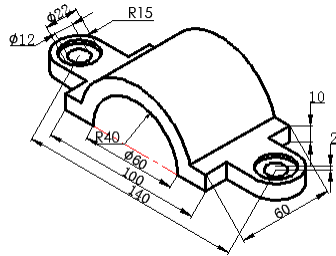

图 12.2.21 创建其他半径标注
(3) 参照步骤 (1) 完成 R15 的标注，结果如图 12.2.21 所示。